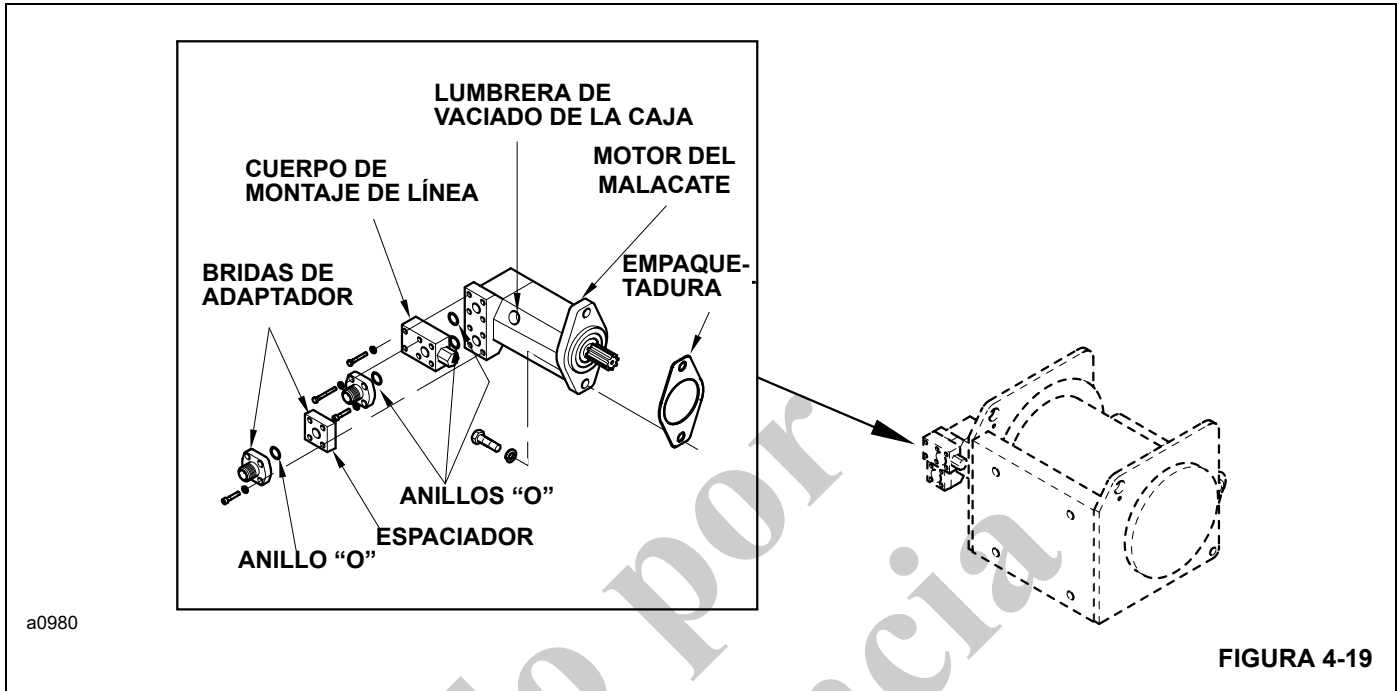

FIGURA 4-19
4. Retire las mangueras, los adaptadores, las bridas de adaptador, el bloque espaciador y el cuerpo de montaje de línea (Figura 4-19) de la bomba. Deseche todos los anillos "O". Se muestra el modelo Tulsa, pero el modelo Braden es similar.
1. Instale el cuerpo de montaje de línea (Figura 4-19), el espaciador y las bridas de adaptador en el motor del malacate. Asegúrese de utilizar sellos y anillos "O" nuevos.
3. Llene el motor del malacate con fluido hidráulico a través de la lumbrera de vaciado de la caja (Figura 4-19) hasta la parte inferior del tapón de llenado.